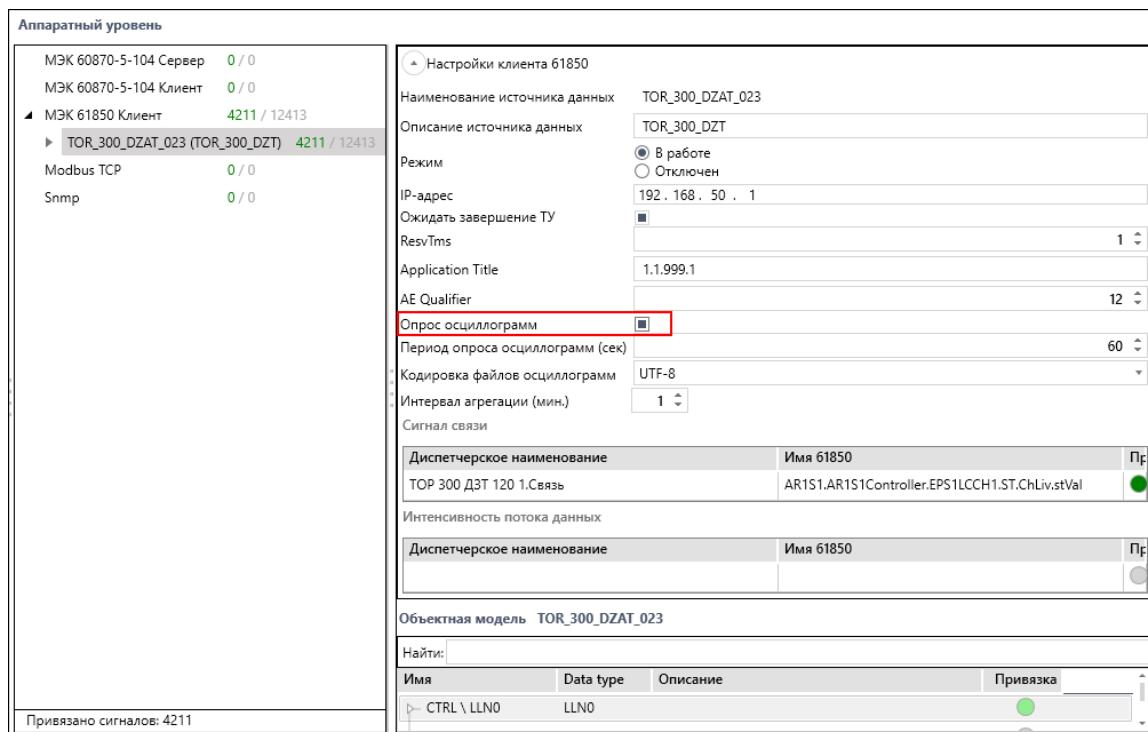

Рисунок 208 - Опрос осциллографом в Redkit Builder
- Откройте файл проекта в Redkit Builder. В связи с аппаратным уровнем убедитесь, что у необходимого клиента 61850 заполнен чекбокс **Опрос осциллографом** (Рисунок 208).